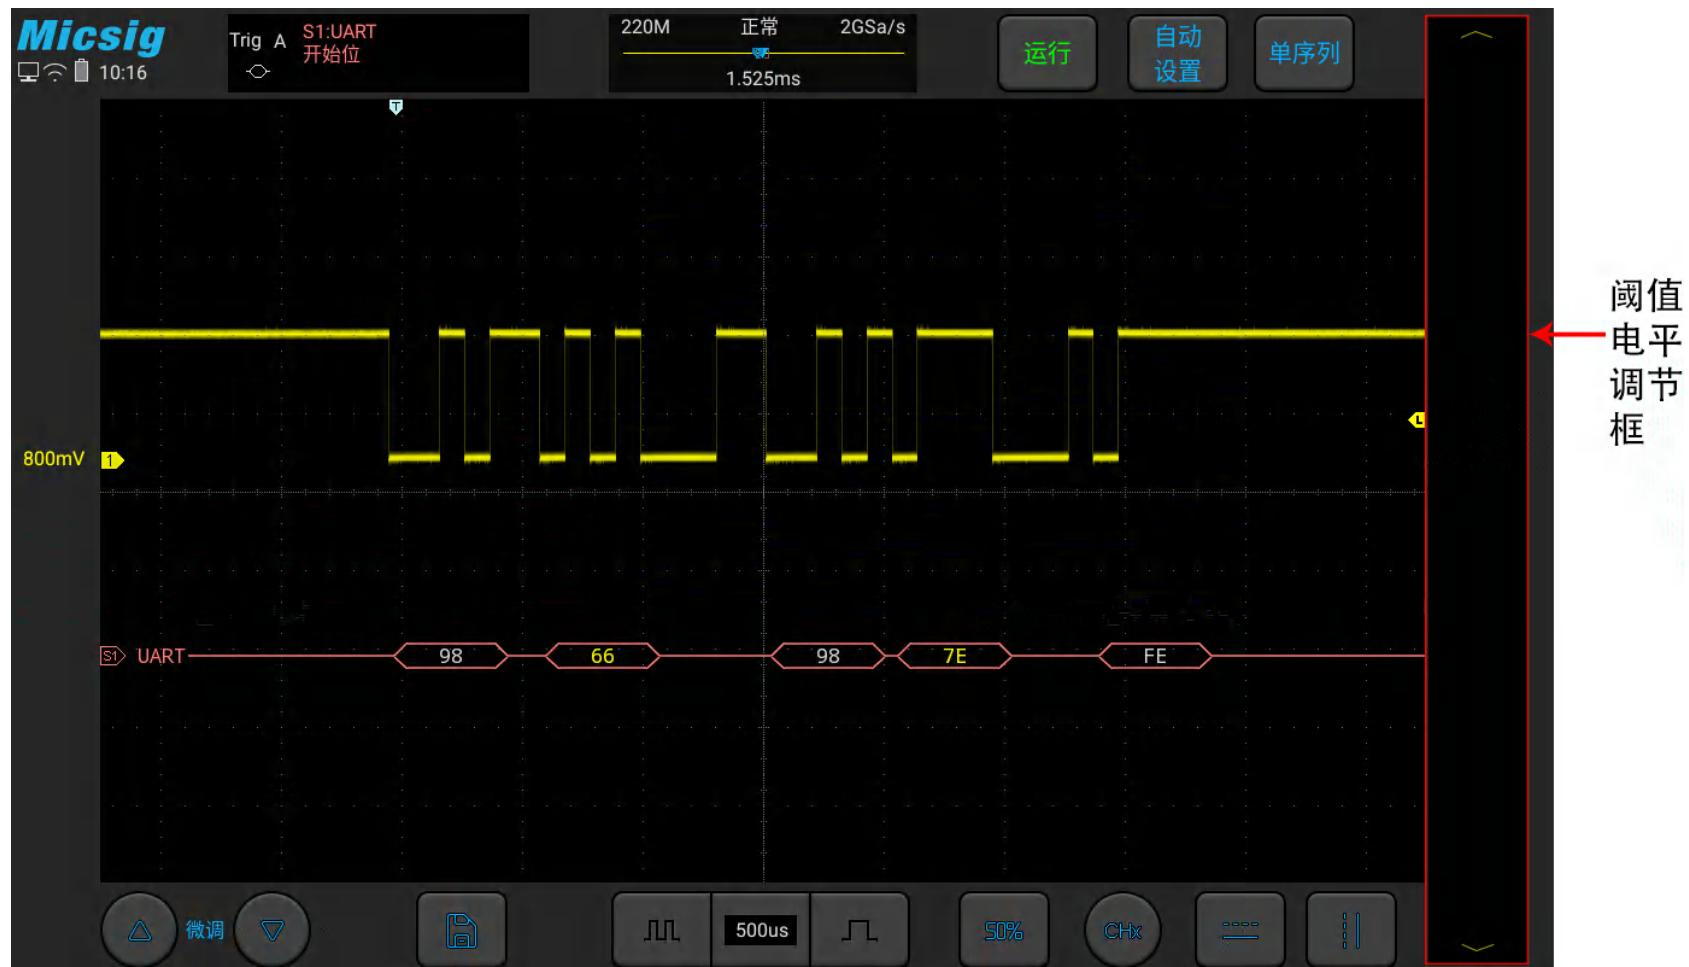

图11-7 UART 解码电平调节
- (1) 轻点 S1 打开解码通道, 向左轻扫 S1 打开总线配置菜单;
- (2) 选择总线类型为“UART”，依次点选“Ch1”，“空闲高”，“校验无”，“8bit”，“19.2kb/s”，显示“十六进制”，然后关闭菜单;
- (3) 打开触发方式设置菜单，点选“数据”，条件设为“=”，数据内容手动输入 98，按“enter”确定;
- (4) 根据信号的幅值电平调节阈值电平使信号稳定触发。UART 触发图形界面见图 11-7: